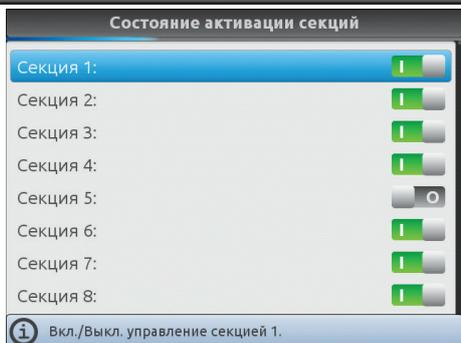

Рис. 60
- Повторите программирование для каждой секции (Рис. 60), отключая несоединенные выходы.